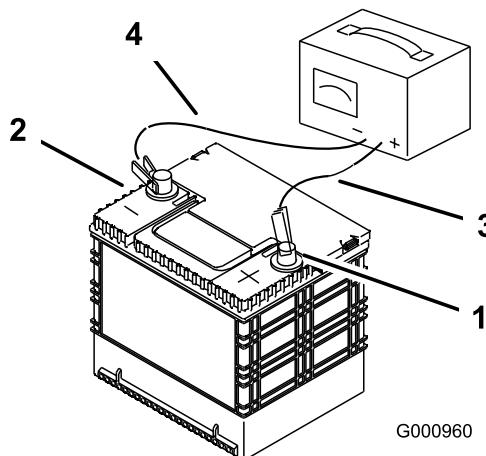

図 54
2. 充電が終わったら、チャージャのプラグをコンセントから抜いてから、チャージャのリード線をバッテリー端子から外す図54。